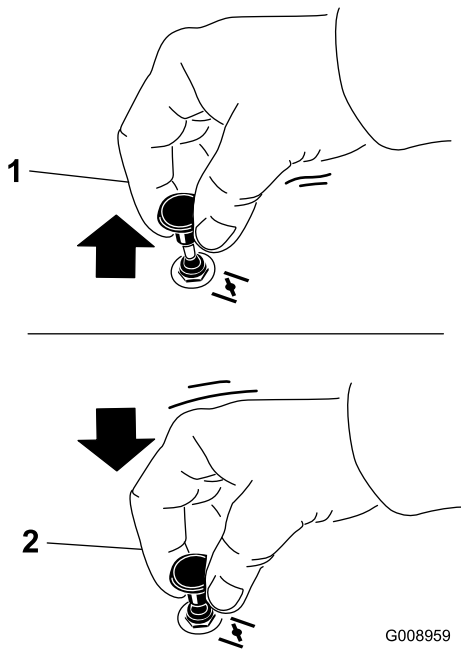

Figure 24
1. Tirez sur la commande de starter pour engager le starter avant d'utiliser le commutateur d'allumage (Figure 24).
2. Poussez sur la commande pour désengager le starter lorsque le moteur a démarré (Figure 24).